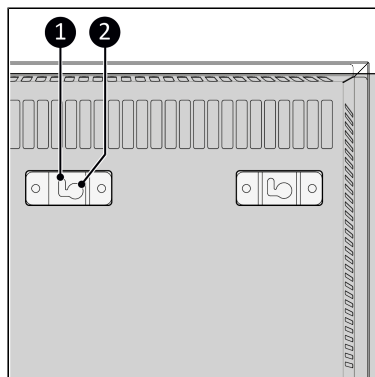

Figure 60.
10. Placez les trous des supports (Figure 60, pos. 2) sur les vis du mur.
11. Faites glisser l'appareil vers la gauche et laissez-le tomber dans l'ouverture des supports (Figure 60, pos. 1).